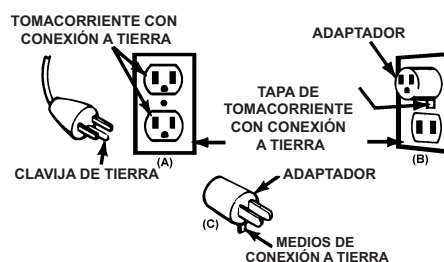

ILUSTRACIÓN 1: PUESTA A TIERRA
Este cargador de batería es diseñado para uso en un circuito de 120 voltios nominales, y tiene un enchufe para conexión a tierra como se ve en la ILUSTRACIÓN 1 (A). Este enchufe es para usarse en un tomacorriente con conexión a tierra. Las clavijas del enchufe deben entrar en el tomacorriente.
**ADAPTADOR:** Un adaptador temporal, mostrado en la ILUSTRACIÓN 1 (B) y (C) se puede usar para conectar el cargador a un tomacorriente de dos polos, como la ILUSTRACIÓN 1 (B).